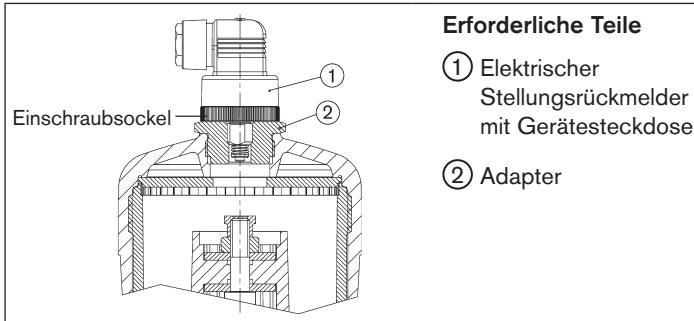

Bild 10: Antriebsgröße 50, 63, 80 (\varnothing in mm) mit elektrischem Stellungsrückmelder
- Klarsichtthaube vom Antriebsdeckel (6) abschrauben (Sicherheitshinweise Kapitel „10“ auf Seite 40 beachten!).
- Adapter (2) anstelle der Klarsichtthaube auf den Antrieb schrauben (siehe „Bild 10“).
- Elektrischen Stellungsrückmelder (1) in den Adapter (2) schrauben, dabei den Hinweis in Kapitel „10“ beachten.